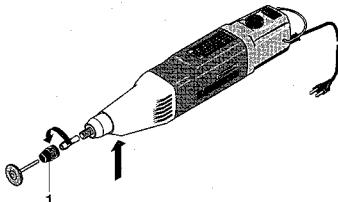

Fig. 2
Arretierknopf (Pfeil Fig. 2) niemals drücken, solange das Gerät läuft.
1. Überwurfmutter 1 (Fig. 2) leicht drehen und dabei gleichzeitig den Arretierknopf drücken, bis dieser einrastet. Mutter einige Umdrehungen lösen und Werkzeug wechseln. Bei feststehender Überwurfmutter den beliebigen Futterschlüssel verwenden.
Do not press the locking button (arrow fig. 2) as long as the machine is running.
1. Turn the spigot nut 1 (fig. 2) slightly and press the locking button at the same time, until it engages. Loosen the nut for a few turns and change the tool.